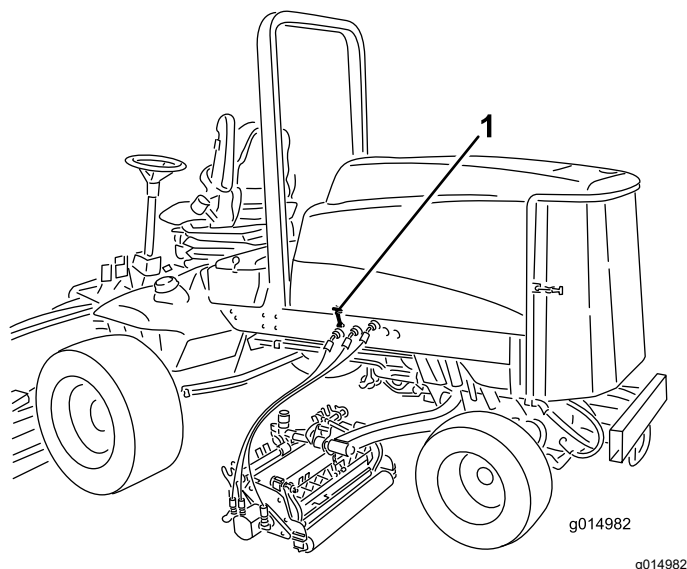

Figure 42
1. Déverrouillez le capot (Figure 42) et faites-le pivoter pour l'ouvrir.